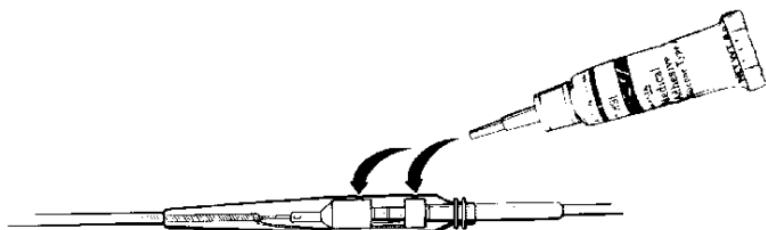

Abbildung 3. Versiegeln der beiden Schraubengänge mit medizinischem Klebstoff.
8. Die Applikatorspitze an der Tube mit medizinischem Klebstoff anbringen und die beiden Schraubengänge mit medizinischem Klebstoff versiegeln (siehe Abbildung 3).